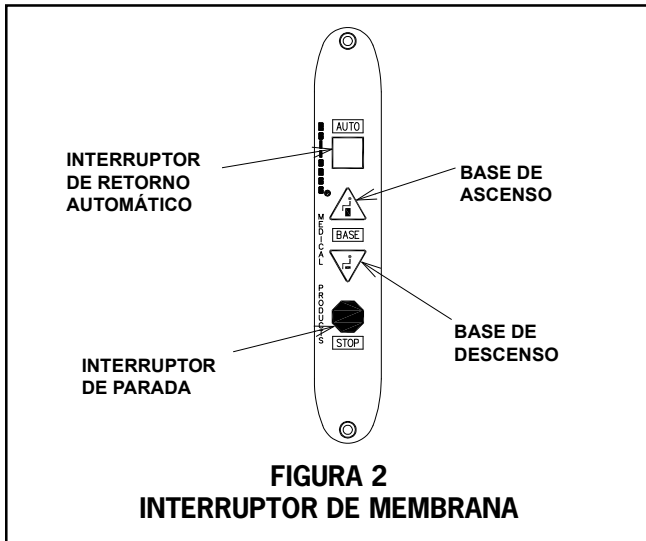

FIGURA 2
3.1.1. Al presionar el interruptor STOP (DETENER) a cada lado del respaldo de la silla, se detiene todo el movimiento de la silla. El interruptor STOP tiene la forma de una señal de parada, y debe ser de color NARANJA. Se encuentra encima del texto "STOP". (Ver la Figura 2).
- El elevador de la silla se puede subir o bajar por medio de los interruptores de membrana que se encuentran a ambos lados del respaldo de la silla (Figura 2).